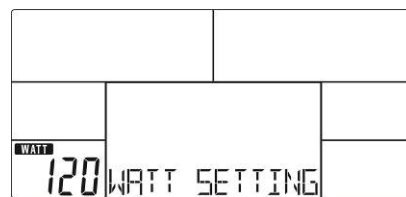

Abb. 18
2. Legen Sie mit den UP/DOWN-Tasten den gewünschten Wattwert fest und bestätigen Sie die Eingabe mit der MODE-Taste (Abb. 18).